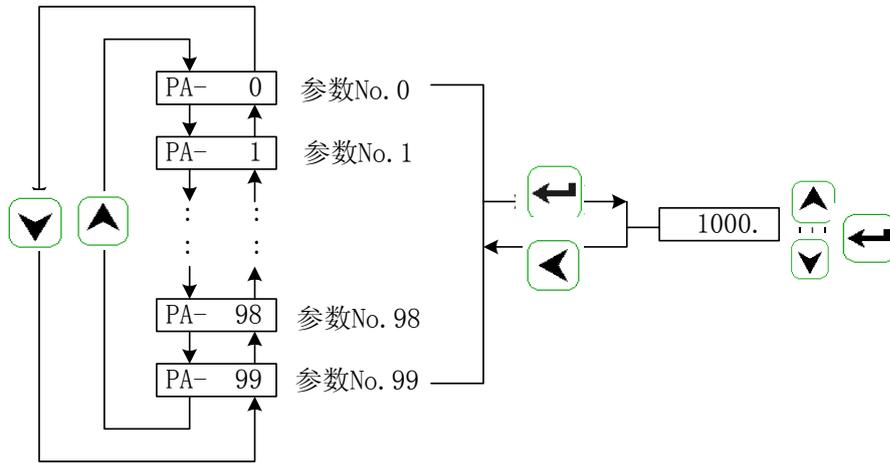
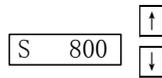

图 6.3 参数设置操作框图
图 6.5 速度试运行操作框图
- 注8 输入端子显示如图 6.3 所示，输出端子显示如图 6.4 所示，编码器信号显示如图 6.5 所示。